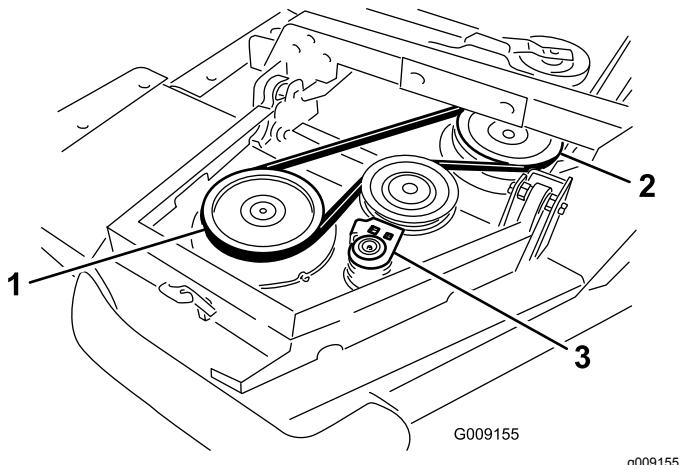

Figura 5
A. Avviate la cinghia attorno alla puleggia del mandrino dell'aletta e alla puleggia del mandrino del piatto anteriore (Figura 5).
tendicinghia lontano dalle pulegge (Figura 5).